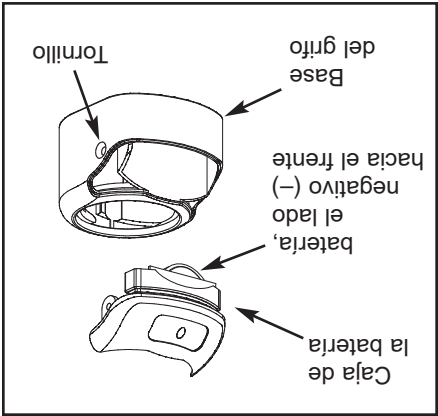

FIG. 15
1. Ubique y organice las piezas para instalar el grifo de ósmosis inversa. Vea la Fig. 15.
1. Retire el tornillo en el lado derecho de la base del grifo. 2. Desde el frente de la base del grifo, empuje hacia arriba la caja de la batería hasta que se desprenda de la base del grifo. Vea la Fig. 15.
5. Vuelva a instalar la caja de la batería y apriete firmemente el tornillo de montaje. Vea la Fig. 15.